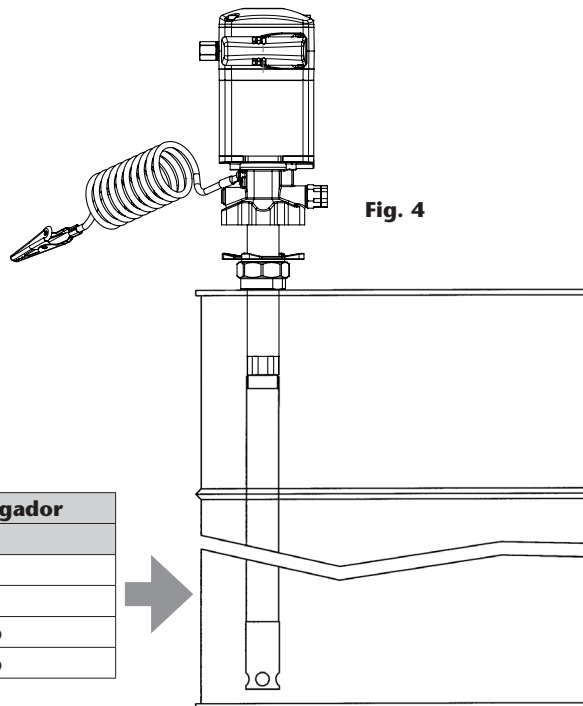

Fig. 4
- c. Montaje ajustable sobre bidón o cisterna con adaptador (360002). Rosque a la bomba el tubo prolongador correspondiente (ver Fig. 4). Rosque la tuerca del adaptador ajustable a la tapa del bidón/cisterna. Inserte el tubo por la tuerca y fíjelo con la estrella a la altura deseada.